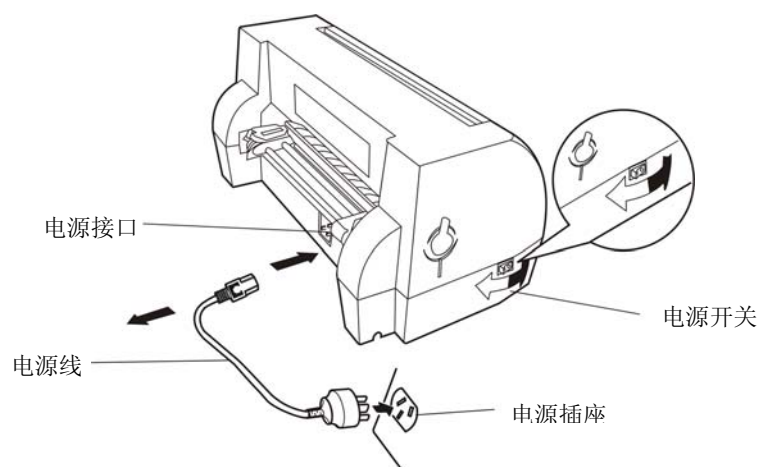

图 2-11 连接电源线
1. 如图 2-11 所示，确保打印机为关机状态（当开关被按下的一侧在“O”标注处时为关机状态）。